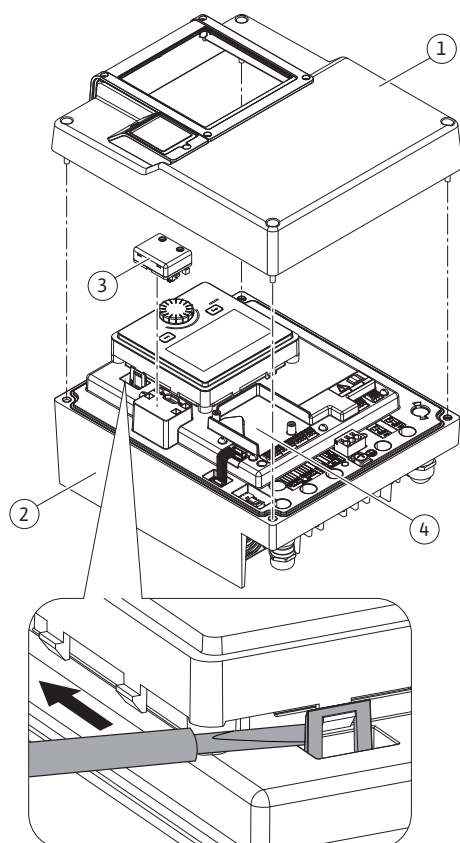
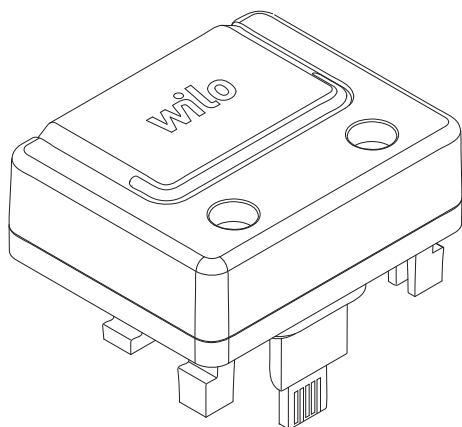

Fig. 26: Электронный модуль
Fig. 27: Модуль Wilo-Smart Connect BT
Интерфейс Bluetooth модуля Wilo-Smart Connect BT (Fig. 26, поз. 3 и Fig. 27) служит для подключения к мобильным терминалам, таким как смартфон и планшет. В приложении Wilo-Assistant имеется функция Wilo-Smart Connect. Функция Wilo-Smart Connect позволяет управлять насосом, выполнять его настройку и считывать его данные. См. настройки в главе «Ввод в эксплуатацию» [► 49].
1. Открутить четыре винта верхней части электронного модуля (Fig. 26, поз. 1; Fig. 1, поз. 2).
3. Подсоединить модуль Wilo-Smart Connect BT к предусмотренному интерфейсу Wilo-Connectivity Interface. См. Fig. 26, поз. 3.
Модули CIF (принадлежности) обеспечивают связь между насосом и СУЗ. Модули CIF устанавливаются в электронном модуле (Fig. 26, поз. 4)